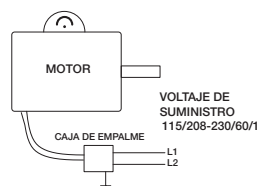

Figura 2 — Diagrama de Cableado Típico
1. Conecte la alimentación según los códigos de NEC y locales. Consulte la Figura 2 para obtener el diagrama de cableado.